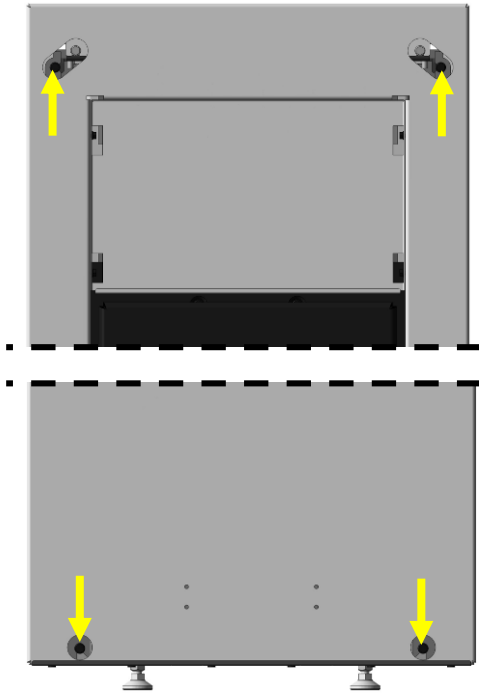

Abb. 8: Schrauben Front
2. Die vier Befestigungsschrauben herausdrehen (Abb. 8).